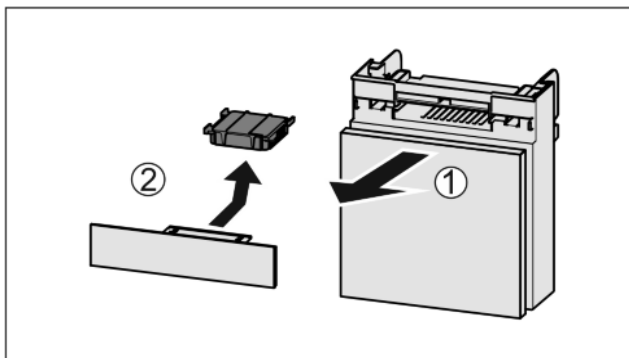

Fig. 33
- ▶ Издърпайте Fig. 33 (1) напред от отделениято.
- ▶ Извадете Fig. 33 (2) филтъра с активен въглен.